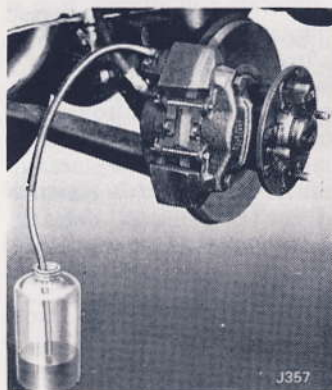

Fig. 89
1. Applicare un tubo di gomma con diametro interno di circa 6 mm ( $\frac{1}{4}$ " ) sulla vite di spurgo, immergendo l'estremità libera del tubo in un recipiente di vetro contenente un po' di liquido idraulico e mantenuto più basso della vite di spurgo. (Fig. 89).